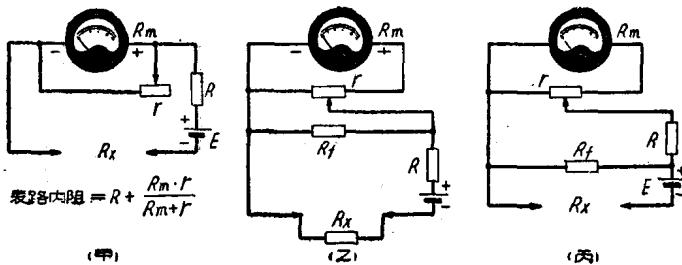
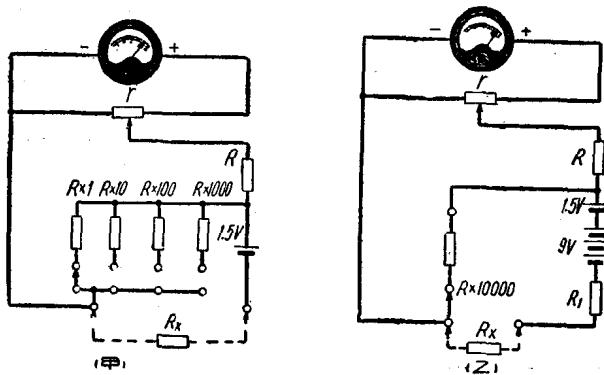

图 16
图 17
当电池用旧，电压减低时，电路中的电流也减小，当短路  $AB$  两点时，表头指针到不了电阻值的“零点” (也就是达不到 1 毫安)。这时可减小  $R$  的阻值，增大电路中的电流。但  $R$  减小后， $R + R_m$  也变小，原来表盘刻度的  $R_x$  值与实际的  $R_x$  值就不一致了。如上例，当电池  $E$  的电压降低至 1.2 伏时， $R$  必须改成 1100 欧，才能使当  $AB$  两点短路时，表针指满刻度②。但要使表针指在正中，就必须使  $R_x = R_m + R = 1200$  欧，而实际表盘刻度正中的读数则为 1500 欧，比实际  $R_x$  值大了 25%。象这样直接调整串联电阻  $R$  的阻值来调整零点的电路误差太大，很少应用。实际应用的电路见图 16。图中甲的调零点电阻  $r$  与表头并联，成为分流电阻；乙和丙的调零点电阻  $r$  亦与表头并联，但另有  $R_f$  作为分流电阻。在这三种电路中只要适当选择  $R$  及  $R_f$  的阻值，可以使  $r$  改变阻值时对全部电路的内影响较小，误差也就小了。
图 17 是 105 型表测量电阻时的电路，甲是  $R \times 1$ ,  $R \times 10$ ,  $R \times 100$  的电路与图 16 丙相同，中心值① 各为 12、120、1200 欧。因此当电池电压为 1.2 伏时电路中的满刻度电流各为 100、10 及 1 毫安。乙是  $R \times 1000$  及  $R \times 10000$  的电路，基本上与图 16 丙相同，只是限于表头灵敏度无法小到 0.1 毫安（当  $R \times 1000$  时，如果电池电压仍为 1.2 伏，中心值 12000 欧，电路中满刻度电流应是 0.1 毫安），只好另加电池和串联电阻  $R_1$ ，使这两个测量范围电路中的满刻度电流达